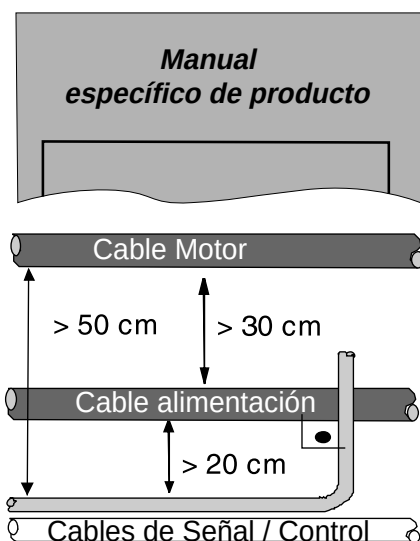

Figura 3-11 Principios de colocación de cables de los cables de control.
- Coloque los cables de señal según la figura 3-11 en los casos en los que sea posible y siga las instrucciones proporcionadas por los manuales específicos para el producto.